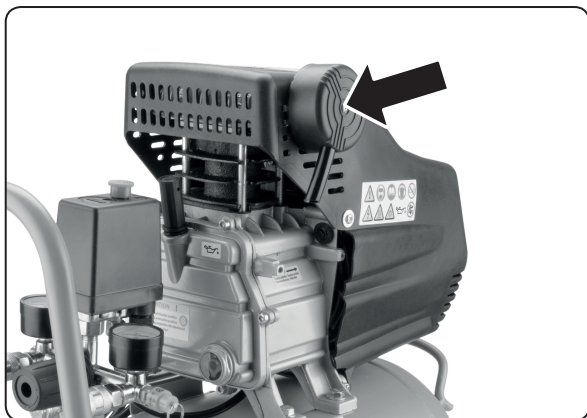

Abb. 4
**5) Schrauben Sie in die Luftansaugöffnung vom Kompressor den Luftfilter ein, siehe Abb. 4.**